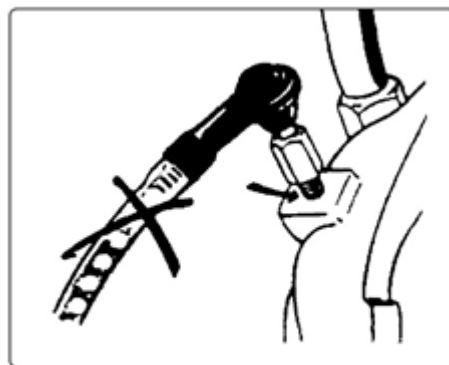

Рис. 3
10) Продолжайте прокачивать систему до тех пор, пока в прозрачной трубке не исчезнут пузырьки воздуха (рис.3).